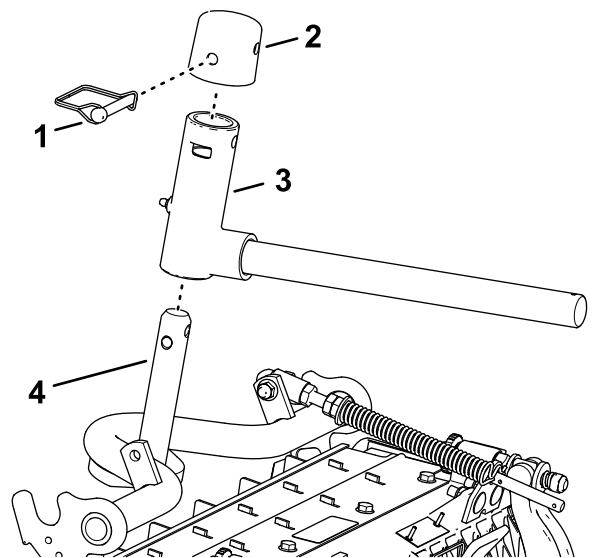

図 26
- ピボットヨークをキャリアフレームのシャフトに取り付ける 図 26。